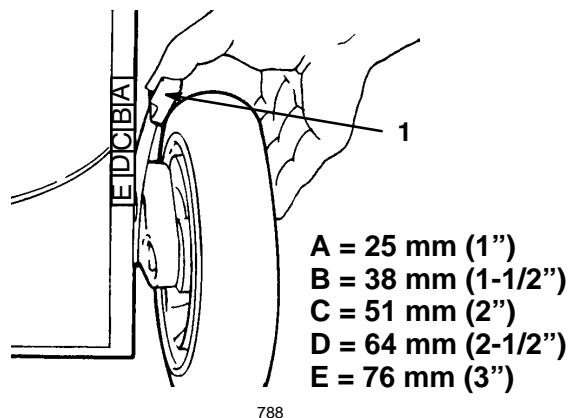

Abbildung 13
3. Den Schnitthöhenhebel des Rasenmäthers zum Rad drücken und zum entsprechenden Buchstaben am Rasenmähergehäuse schieben (Abb. 13).